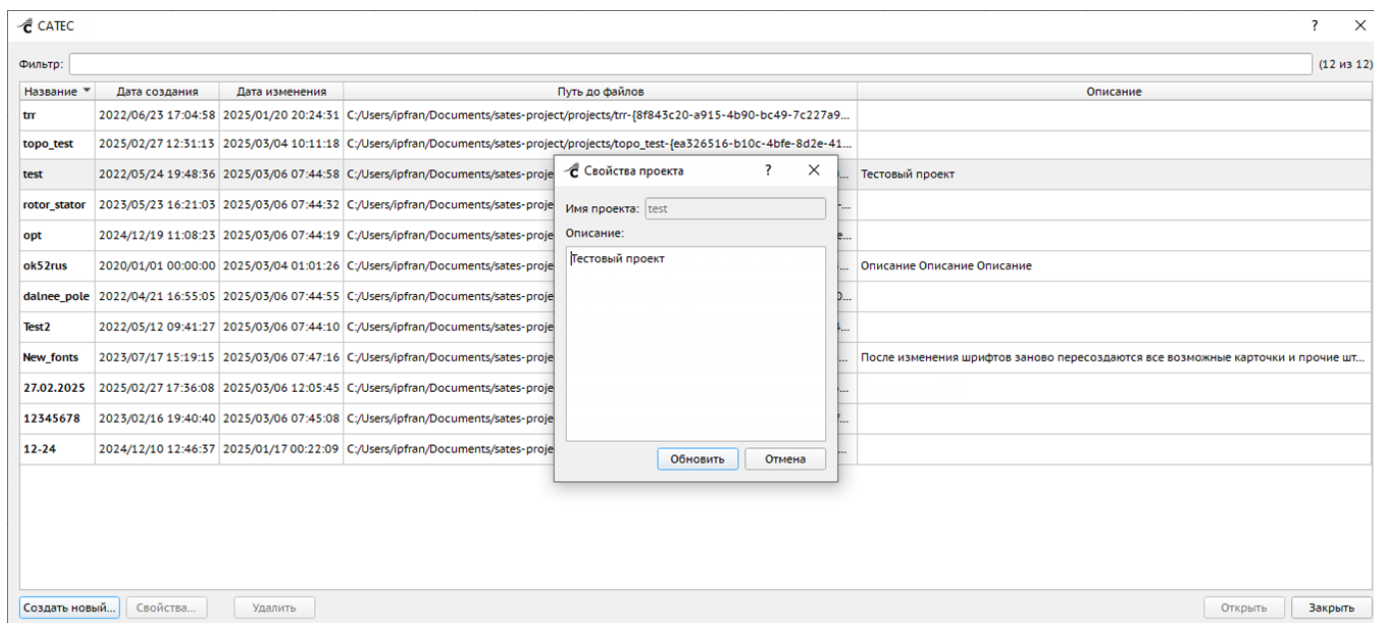

Рисунок 36 – Окно «Свойства проекта»
- «Свойства...» – открывает окно редактирования свойств выбранного в таблице проекта (Рисунок 36).